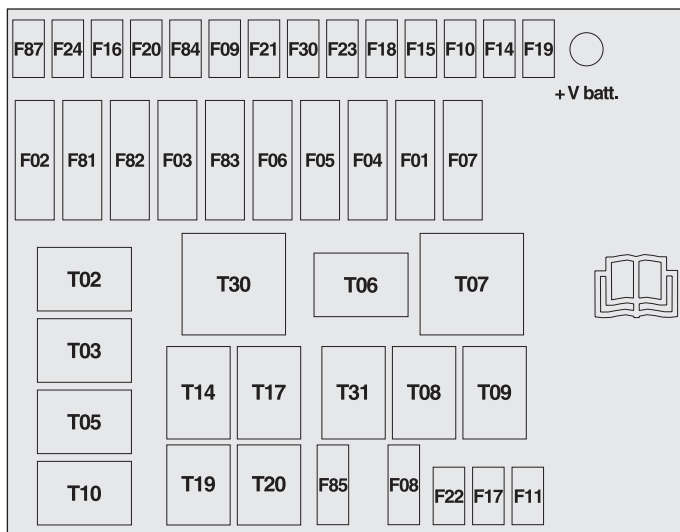

fig. 41
### Centralina vano motore - fig. 41
**Centralina vano motore - fig. 41**